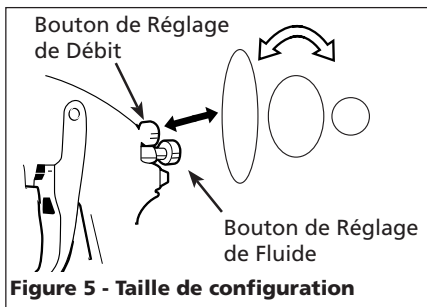

Figure 5 - Taille de configuration
2. Choisir la taille de configuration pour la forme désirée. Pour un plein débit, ouvrir le bouton de réglage de débit en tournant au sens contraire des aiguilles d'une montre. Pour un débit rond, tourner le bouton de réglage de débit au sens des aiguilles d'une montre (Voir Figure 5).
3. Tourner le bouton de réglage de fluide complètement au sens des aiguilles d'une montre jusqu'à ce qu'il soit fermé (Voir Figure 5).